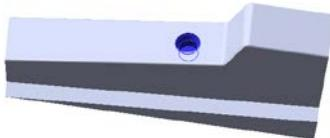
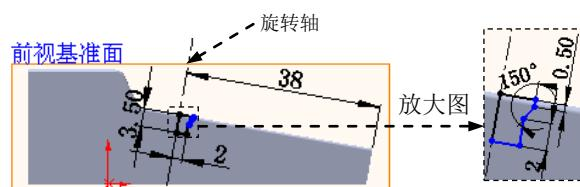

图 16.5.10 切除一旋转 1
图 16.5.11 横断面草图
Step7. 创建图 16.5.10 所示的零件特征——切除—旋转 1。
(1) 选择命令。选择下拉菜单**插入(I)** \rightarrow **切除(C)** \rightarrow **旋转(R)...** 命令。
(2) 定义特征的横断面草图。
① 定义草图基准面。选取前视基准面作为草图基准面。
② 定义横断面草图。在草图环境中绘制图 16.5.11 所示的横断面草图。
(3) 定义旋转轴线。选取图 16.5.11 所示的轴线作为旋转轴。
(4) 定义切除旋转属性。
① 定义旋转方向。采用系统默认的旋转方向。
② 在“旋转”对话框**方向 1**区域的下拉列表中选择**给定深度**选项，在**文本框**中输入数值 360.0。
(5) 单击对话框中的√按钮，完成切除一旋转 1 的创建。